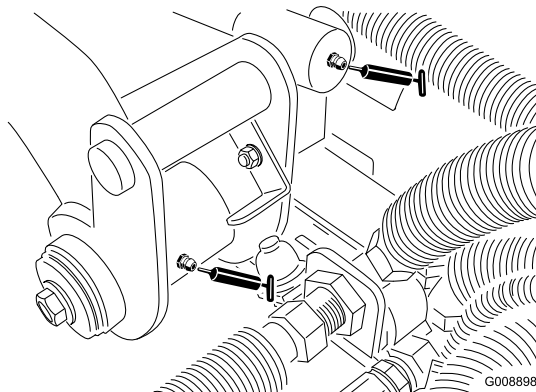

Figure 32
- Pivot de bras de levage arrière et vérin de relevage (2) (Figure 32)